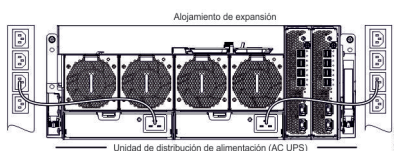

Figura 60. Conexión típica de cable de alimentación CA de la PDU a la PSU
- La Figura 60 muestra la conexión de la alimentación desde una PSU de núcleo único a una PDU mediante conectores C19.
1. Encienda el sistema conectando los cables de alimentación de la PSU a la PDU. Consulte la Figura 60 en la página 59.